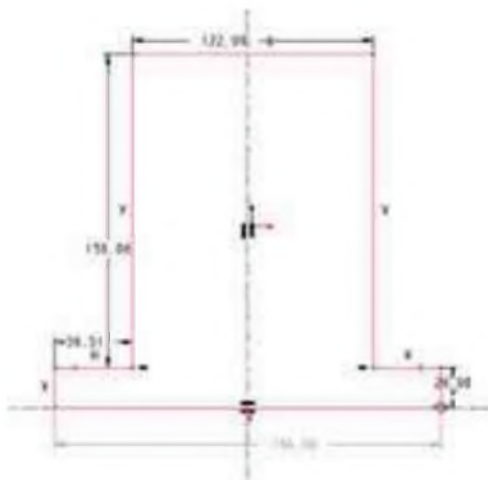

图 1-1
- 2) 绘制如图 1-1 所示的草绘剖面，单击“草绘器”工具栏中的按钮退出草绘模式。